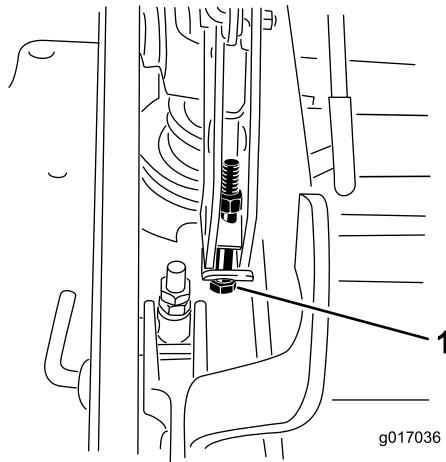

図 73
13. デッキが低すぎる場合には、シングルポイント調整ボルトを右に回して締める。デッキが高すぎる場合には、シングルポイント調整ボルトを左に回してゆるめる(図 73)。